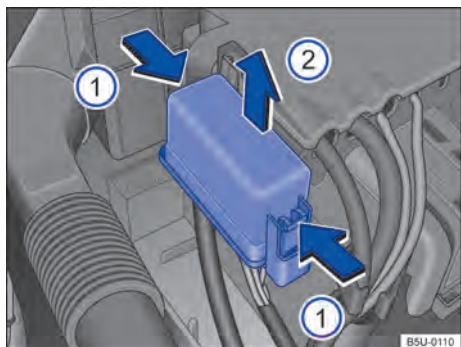

Fig. 193 No compartimento do motor: cobertura da caixa de fusíveis.
- Pressionar as travas no sentido da seta → **Fig. 193** , para destravar a cobertura da caixa de fusíveis.